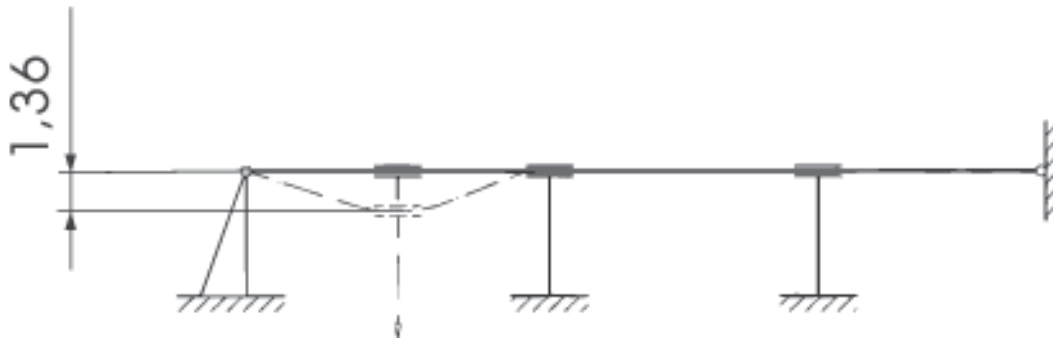

Fig. A1 – Esempio: sporgenza della linea vita
- A 10. La distanza necessaria tra la linea vita orizzontale Xenon e il pavimento o un ostacolo deve essere calcolata tenendo conto della sporgenza della fune, a seconda della posizione della linea vita (montaggio sopra la testa, a pavimento, ...) e del tipo e della lunghezza del connettore (vedere esempio). La sporgenza massima è solitamente 1,36 m (v. fig. A1). Per ogni sistema XENON occorre certificare con un calcolo la sporgenza massima.